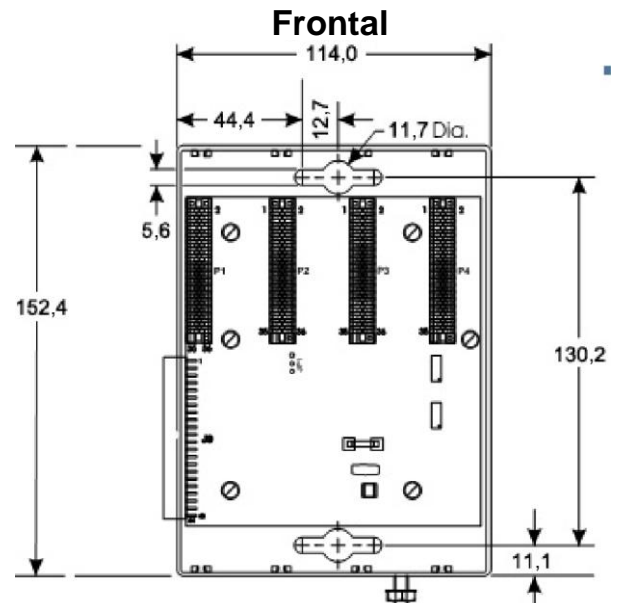

Figura 3. Dimensiones (en milímetros) de la carcasa de expansión de 4 ranuras del ControlWave Micro
- **Carcasa de expansión.** Coloque la carcasa de expansión a la derecha de la carcasa de base y ubique los orificios de montaje con la carcasa de expansión como plantilla (vea la *Figura 3* para conocer las dimensiones).